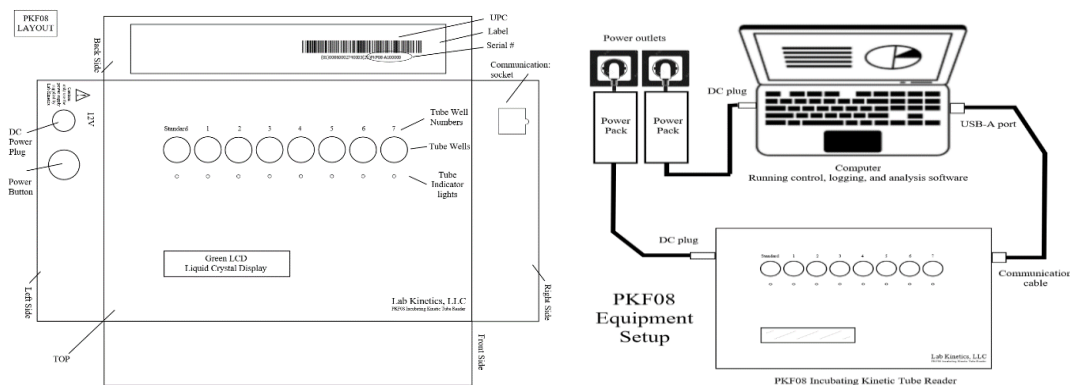

Figura 2: ecrã do instrumento PKF08 e da ligação ao computador
- o Ligação de comunicação (hardware) - Cabo de comunicação incluído. A extremidade USB-A entra na porta USB do computador, a extremidade USB-B entra no PKF08 - consultar Figura 2.